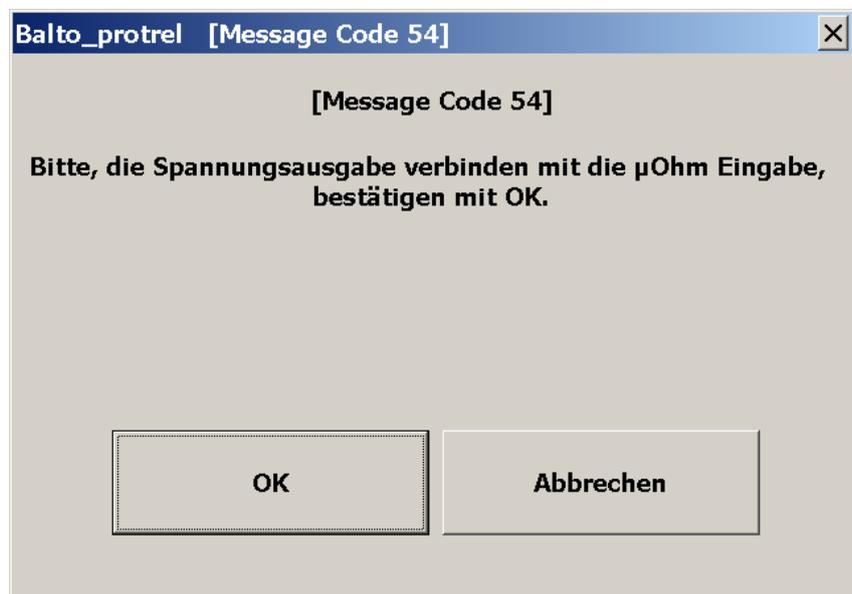

Abb. 12: Anschluss Ausgabe neu kalibrieren.
Die Ausgabebereiche wird mit dem Stellschalter 'SELECT' ⑤ eingestellt - Abbildung 12 und 13